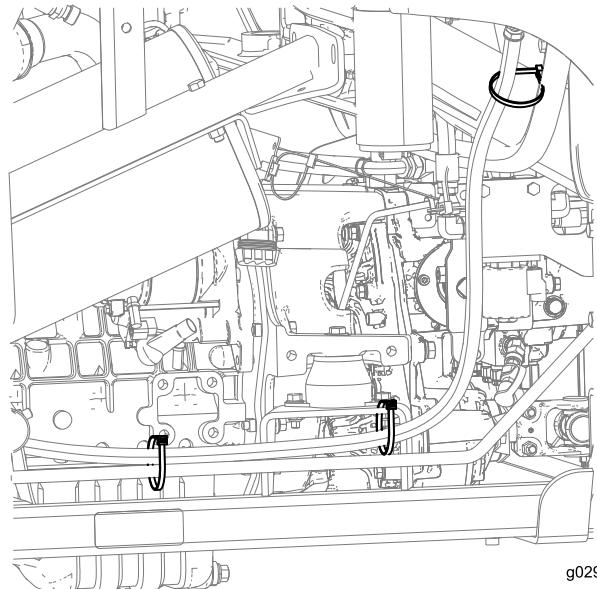

Figura 33
2. Utilizzate 3 fascette per cavi per fissare i componenti, come illustrato nella Figura 33.